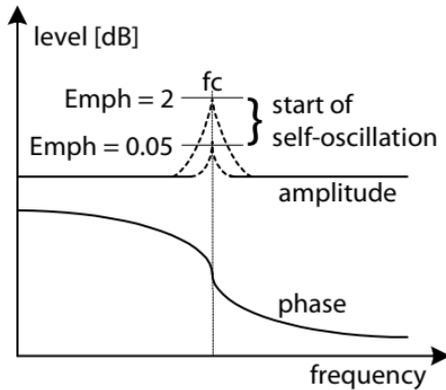

Abb. 6 Eigenoszillationsamplitude bei verschiedenen Emph-Werten
Emph: Mit dieser Funktion wird die Stärke der Betonung bei Erhöhung Resonanz eingestellt bevor die Selbstoszillation einsetzt. Die selektive Verstärkung nimmt bei stetiger Resonanzerhöhung so lange zu bis das System schließlich von selbst zu schwingen beginnt. Die selektive Verstärkung, bevor die Selbstoszillation einsetzt, kann mit dem Regler *Emph* (6) für beide Kanäle parallel von sehr gering (*Emph* = 0.05 - 0.1) bis sehr deutlich (*Emph* = 1 - 2) eingestellt werden. Die Oszillationsamplitude verändert sich gleichermaßen mit und wird zu hohen *Emph*-Werten größer. Abb. 6 soll diesen Sachverhalt etwas veranschaulichen.